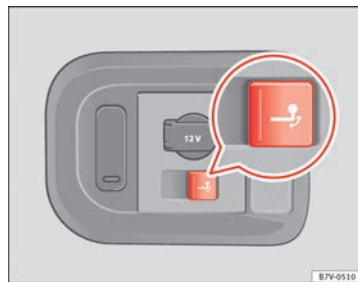

Fig. 158 Lado derecho del maletero: botón para bascular eléctricamente la rótula del enganche.
- Tire brevemente del botón ⇒ **fig. 158**. La rótula se desbloqueará eléctricamente y basculará por sí misma hacia afuera; el testigo de la tecla parpadeará.
- Tire brevemente del botón ⇒ **fig. 158**. La rótula se desbloqueará eléctricamente; el testigo de la tecla parpadeará.